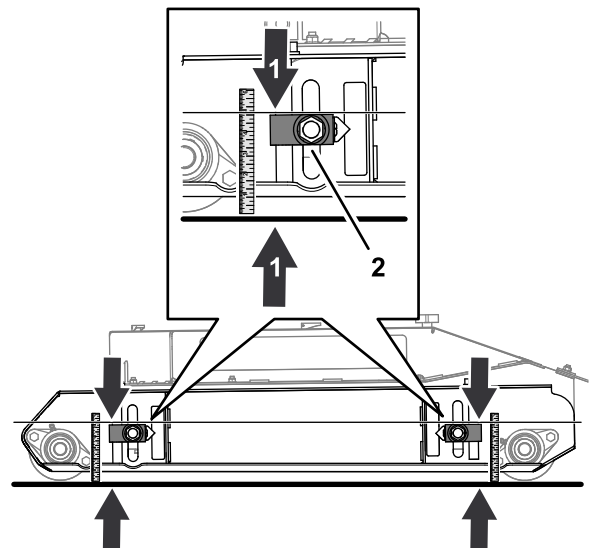

Figure 79
- Desserrez l'écrou qui fixe le bloc de réglage de hauteur de coupe (Figure 79).
- Montez ou descendez le dispositif de réglage de hauteur de coupe jusqu'à ce que le haut du bloc de réglage soit à 124 mm (4 $\frac{7}{8}$ po) du sol (Figure 79).